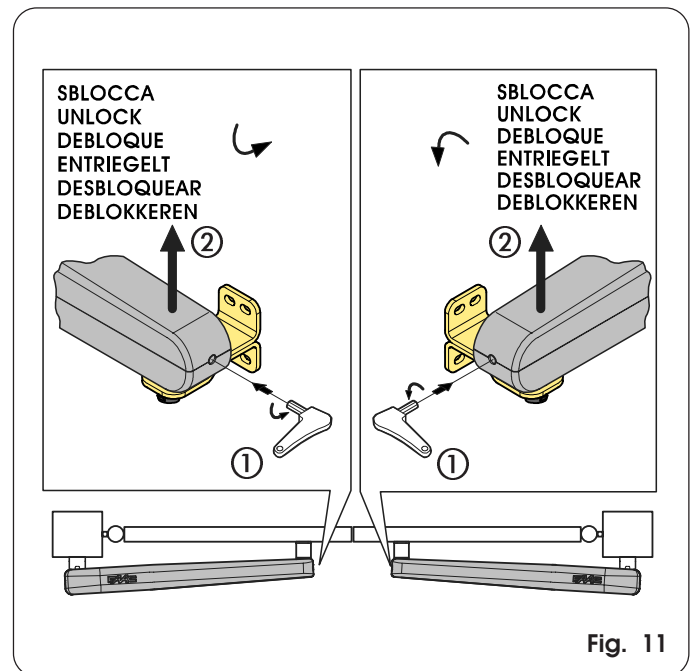

Fig. 11
- Inserire la chiave a brugola in dotazione nella parte anteriore dell'operatore e ruotarla in senso antiorario per 5-6 giri (Fig. 11 Rif. ①).
- Sollevare l'operatore dalla parte anteriore disaccoppiandolo dall'attacco (Fig. 11 Rif. ②) e sfilare la chiave di sblocco.